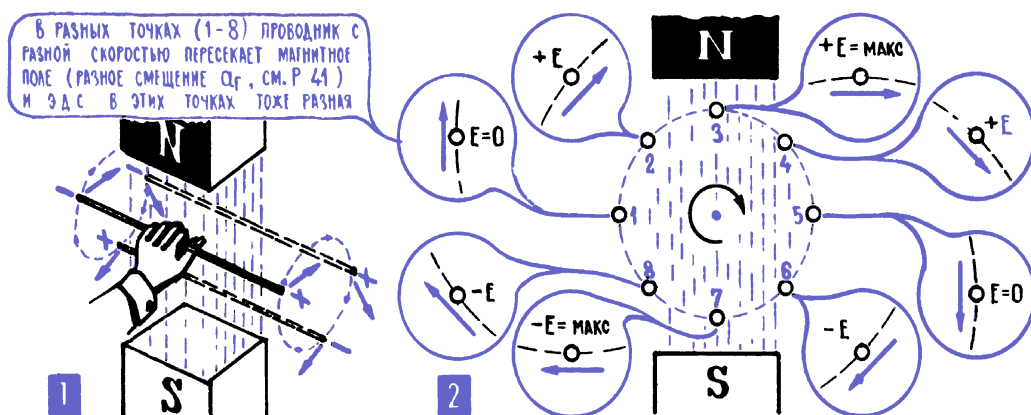
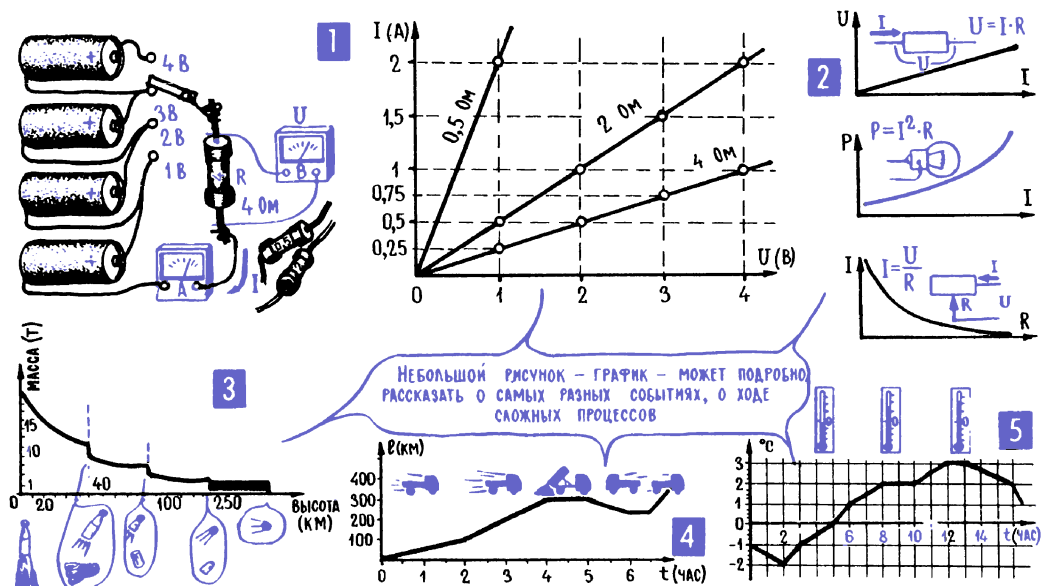
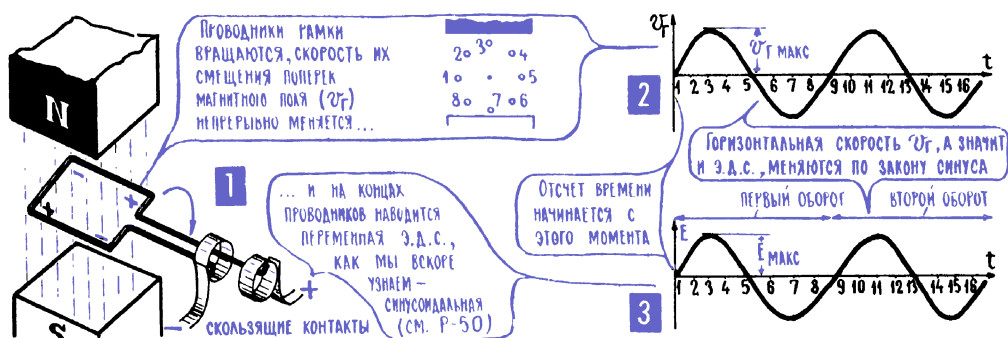

Рис. 6.2. Круговое движение проводника в магнитном поле
Рис. 6.3. Графики различных величин
Рис. 6.4. ЭДС генератора на графике
Все рассмотренные примеры – лишь подготовка к знакомству с простейшей моделью машинного электрического генератора, где проводник вращается в равномерном магнитном поле (рис. 6.2). В таком проводнике индуцируется ЭДС, которая подводится к внешней электрической цепи с помощью скользящих контактов. Проводник вращается в магнитном поле равномерно с постоянным числом оборотов в минуту. При этом он, естественно, с постоянной скоростью движется по окружности, но с разной скоростью пересекает магнитное поле. Когда, например, проводник проходит точки 3 и 7, он с максимальной скоростью пересекает поле, хотя и в разных направлениях. В эти моменты в проводнике наводится ЭДС, наибольшая из всех возможных, но, конечно, разной полярности. Когда проводник проходит точки 1 и 5, он вообще не пересекает магнитного поля, и наведенная ЭДС в эти моменты равна нулю. Во всех остальных точках наводится ЭДС разной величины, в пределах от максимальной до нуля, причем на всем участке движения от точки 1 до 5 ЭДС имеет одну полярность, а на всем участке от 5 до 1 – противоположную. Одним словом, на проводнике, который вращается в магнитном поле, наводится переменная ЭДС, непрерывно меняется ее величина и периодически меняется ее полярность. О том, как меняется наведенная ЭДС при вращении проводника в магнитном поле, лучше всего рассказывает график.
2. График – особый рисунок, наглядно показывающий, как одна какая-либо величина зависит от другой. Об одной из зависимостях закона Ома можно рассказать словами – «ток прямо пропорционален электродвижущей силе...», можно записать ее в виде короткой формулы (рис. 4.1), а можно отобразить эту зависимость на графике, как это сделано на рис. 6.3; 1. Основа графика – две взаимно перпендикулярные линии, две оси: вертикальная и горизонтальная. По вертикальной оси в определенном масштабе откладывают, отмеряют ту величину, об изменениях которой мы хотим рассказать. А по горизонтальной оси отмеряют ту величину, от которой зависит первая. «В определенном масштабе» означает, что если, например, отмеряется масса, то 1 мм на шкале может соответствовать 1 г или 1 кг; если отмеряется температура, то 1 мм – это уже может быть 1° ; если ток – то 1 мм может отображать 1 А; если напряжение – 1 В. Отсчет в большинстве случаев ведется от нуля, совпадающего с точкой пересечения осей.
На рис. 6.3 показано, как с помощью графиков можно записать несколько самых разных зависимостей. Первая – зависимость тока I в цепи от напряжения U при некотором постоянном сопротивлении R . Строится график так: задаемся некоторыми значениями напряжения – 1 В, 2 В, 3 В и т. д. – и подсчитываем для них соответствующие величины тока по формуле закона Ома. При $R = 2\ \Omega$ получается соответственно 0,5 А, 1 А, 1,5 А и т. д. Теперь из соответствующих точек на осях I и U проводим перпендикуляры до их пересечения и получаем на поле между осями точки, каждая из которых
говорит: «при $U = 1$ В ток $I = 0,5$ А», «при $U = 2$ В ток $I = 1$ А», «при $U = 3$ В ток $I = 1,5$ А» и т. д. Соединяем точки и получаем линию, которая как раз показывает, как именно ток I зависит от напряжения U . Одного взгляда на график достаточно, чтобы сказать, что с увеличением напряжения ток растет, причем растет прямо пропорционально, или иначе – линейно. Для экономии места можно на одном графике показать несколько зависимостей I от U при разных сопротивлениях цепи. Легко заметить, что с ростом сопротивления цепи R ток I при увеличении U нарастает не так резко. Графики могут также показать, что величина тока обратно пропорциональна сопротивлению, рассказать о зависимостях закона Ома для участка цепи, о том, как мощность зависит от тока или напряжения (рис. 6.3; 2).
На графике рис. 6.3; 3 условно показано, как меняется масса космической системы при выведении спутника на околоземную орбиту. Сама масса в тоннах отложена по вертикальной оси, а по горизонтальной отложена высота подъема ракеты-носителя. На Земле (нулевая высота) общая масса системы – 20 т (цифры условные), затем по мере подъема выгорает топливо, и масса ракеты постепенно уменьшается. На высоте 40 км масса уменьшается резко, скачком это отстреливается отработавшая первая ступень. Точно так же на высоте 100 км отстреливается вторая ступень, и на высоте 250 км – третья. Остается на орбите сам спутник (чистая масса 1 т), который движется по эллиптической орбите, то несколько опускаясь, то поднимаясь над Землей (жирная линия на графике).
График (рис. 6.3; 4) показывает, как меняется с течением времени расстояние l , которое автомобиль проехал от города А. Мы видим, что первые два часа автомобиль шел с постоянной скоростью, каждый час покрывая 50 км. В последующие два часа скорость была больше – за каждый час машина уже проходила 100 км. А вот на графике появился горизонтальный участок – время идет, а пройденный путь остается неизменным, то есть машина стоит на месте. Потом водитель вообще поехал назад – линия графика пошла вниз, то есть расстояние от города А стало уменьшаться, скорее всего, водитель обнаружил какую-то неисправность и вернулся в дорожную мастерскую. После непродолжительной остановки машина вновь двинулась вперед.
И еще один пример – график изменения температуры в течение суток (рис. 6.3; 5). Мы видим, что температура почти все время меняется – только между 8 и 10 часами и между 12 и 13 часами она остается постоянной. В какие-то моменты времени температура меняется медленнее, а в другие моменты резче. На этом графике мы впервые видим, как кривая (так часто называют линию, соединяющую точки графика) пересекает горизонтальную ось и уходит вниз. Так условились показывать, что изменяющаяся величина становится отрицательной. В данном случае это отрицательная температура, но точно так же строится график отрицательной ЭДС или отрицательного тока (рис. 6.4 и 6.5).
На рис. 6.4 показан график переменной ЭДС, которая наводится в проводнике при вращении его в магнитном поле (рис. 6.2). График очень подробно рассказывает о процессе наведения ЭДС. Мы видим, как в какой-то момент ЭДС достигает максимума – это проводник проходит точку 3 и с максимальной скоростью пересекает магнитное поле. Видим максимальную ЭДС, но уже другой полярности – проводник проходит точку 7. Наконец, график рассказывает, что дважды за каждый оборот проводник движется не поперек поля, а вдоль и затем меняет направление, в котором он пересекает поле. В эти моменты – они соответствуют точкам 1 и 5 – ЭДС равна нулю, и в эти же моменты происходит смена ее полярности.
При прочих равных условиях эффективное значение тока (ЭДС, напряжения) тем больше, чем больше амплитуда (атлет, поднимающий штангу в 200 кг, за день наверняка сумеет перенести больше грузов, чем малыш, который с трудом тащит легкую табуретку). Для переменной ЭДС (напряжения, тока), которая наводится во вращающемся витке (рис. 6.4, такая ЭДС называется синусоидальной, и нам еще предстоит детальное знакомство с ней далее – см. гл. 7; 11), существует такое соотношение: эффективное значение составляет примерно 70 % от амплитуды, а амплитуда соответственно в 1,41 раза¹ больше эффективного значения (рис. 6.7). Так, например, в сети переменного тока с напряжением 220 В амплитуда напряжения $220 \cdot 1,41 \approx 310$ В.
Фазу принято отмерять не в процентах, а в градусах, каждый градус – это $1/360$ часть периода, то есть градусами в данном случае отсчитывают не угол, не температуру, а время. Название единицы измерения во всех этих случаях одинаковое – градус, а единицы измерения разные. Кстати, градусы как меру времени, меру периода можно легко связать с угловыми градусами, показывающими положение проводника, который вращается в магнитном поле (рис. 6.4 и 6.8; 2).